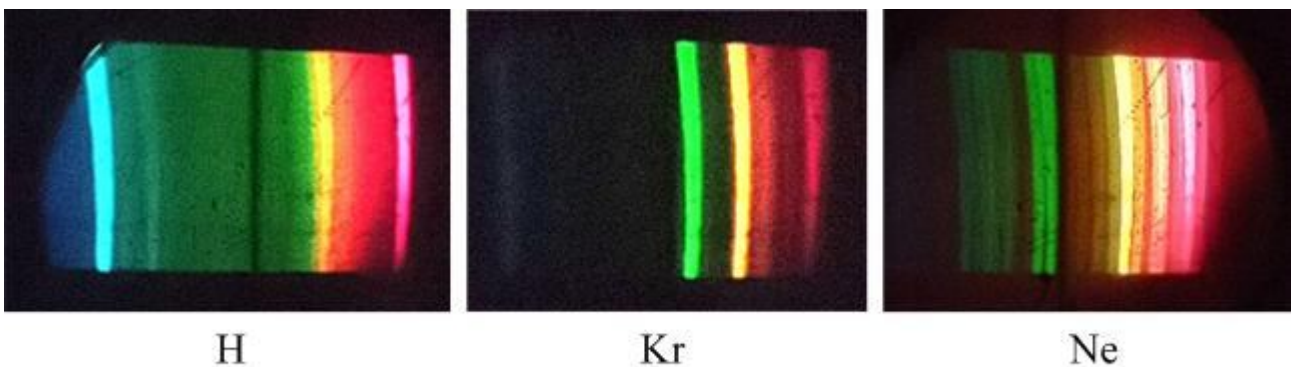

Рис. 6
3. Щілину коліматора розташуйте впритул до спектральної трубки. Спостерігайте лінійчаті спектри випромінювання різних елементів (рисунок 6).